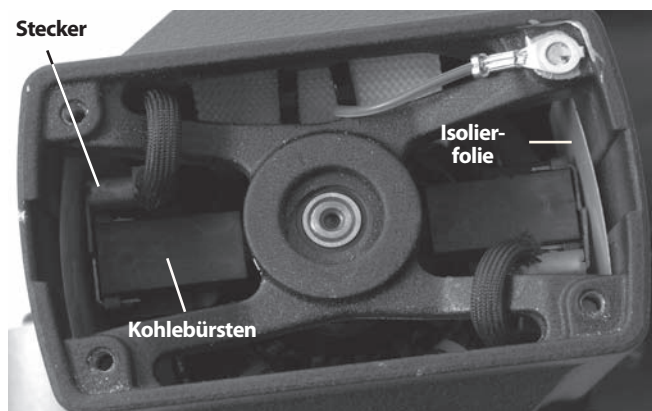

Abbildung 12 – Platzierung der Bürsten - Motorabdeckung entfernt
2. Ziehen Sie mit einer Zange die Kohlebürsten gerade heraus. Lösen Sie den Anschluss. (Siehe Abbildung 12.)